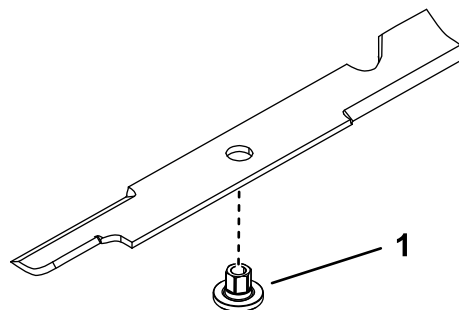

Figura 82
1. Instale el casquillo a través de la cuchilla con la brida del casquillo en el lado inferior (lado del césped) de la cuchilla (Figura 82).